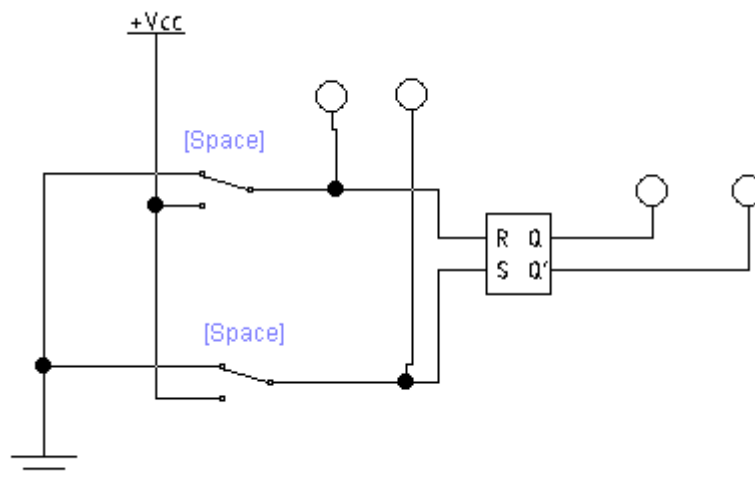

Рисунок 4.63 – Принципова схема для дослідження роботи асинхронного *RS*-тригера
7. Зібрати принципову схему для дослідження роботи асинхронного *RS*-тригера (рис. 4.63) [15, 16].